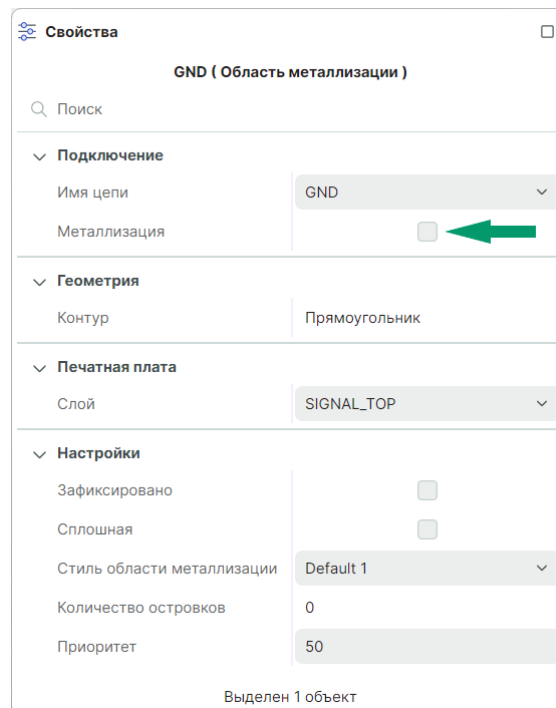

Рис. 460 Отмена заполнения области металлизации
2. Снимите флаг в чек-боксе «Свойства» → «Подключение» → «Металлизация», см. Рис. 460.